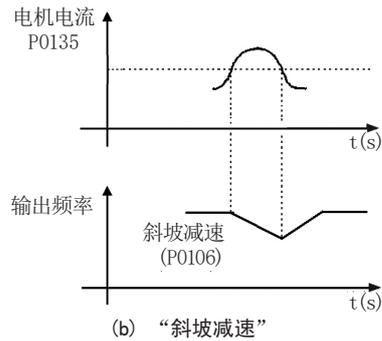

图 9.10: 通过P0135限流的动作模式 (a) 和 (b)
- 驱动：测量DC Link电压（P0004）并将其与在P0151中设置的值进行比较；这些信号之间的差（误差）乘以 比例增益（P0152）；然后将结果添加到斜坡输出，如图9.8和图9.10所示。
- 动作：如果在加速或减速过程中电机电流超过了P0135的设定值，那么速度将不会继续增大或减小。当电机 电流达到低于P0135的值时，电机将再次加速或减速。请参阅图9.10。
- 动作：如果在加速或减速过程中电机电流超过了P0135的设定值，那么速度斜坡输入端将会被强制置为空值，从而强制电机减速。当电机电流达到低于P0135的值时，电机将再次加速。看看图9.10。
按照图9.10，激活斜坡保持和减速斜坡模式的电流限制的当前电流水平。